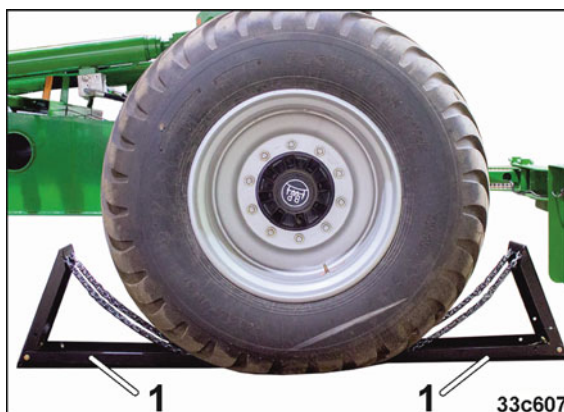

Fig. 144
10. Asigurați pneurile mașinii cu două cale de roată (Fig. 144/1)